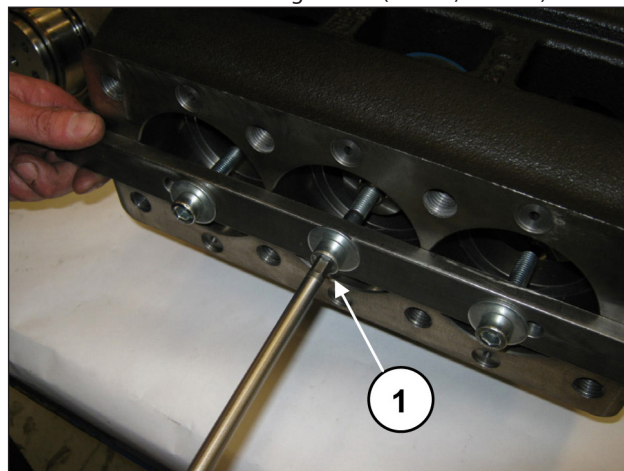
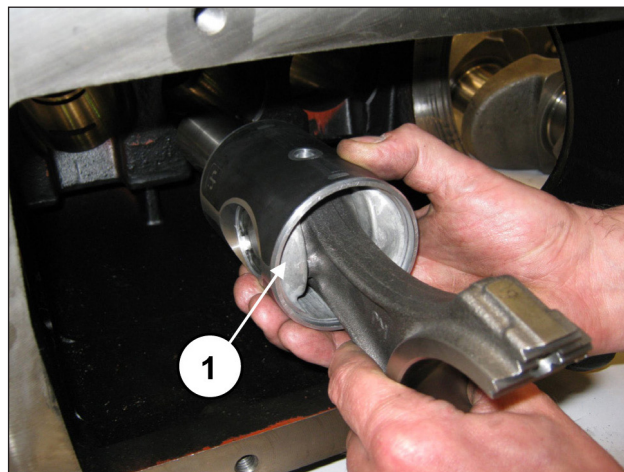
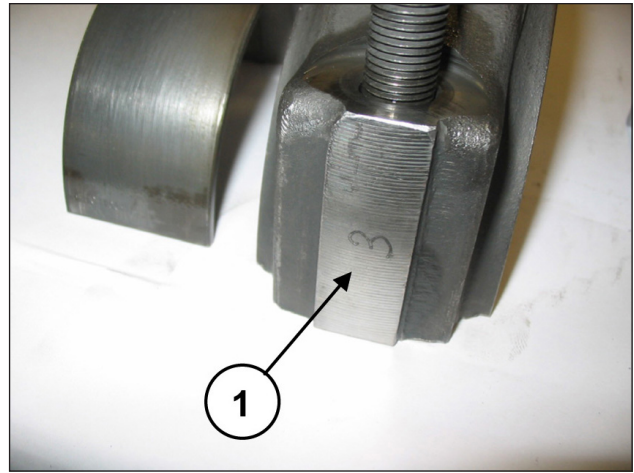

Abb. 32
Abb. 33
Abb. 42
Gehen Sie für den etwaigen Austausch einer oder mehrerer Pleuelstangen oder Kolbenführungen folgendermaßen vor: Drehen Sie die Schrauben des Werkzeugs Art. 27566200 zum Lösen der Pleuelstangen ab (Pos. ①, Abb. 32) und ziehen Sie anschließend die Baugruppe Pleuelstange-Kolbenführung von der hinteren Gehäuseöffnung heraus (Pos. ①, Abb. 33).
Paaren Sie die Pleuelhälften mit den vorab ausgebauten Pleueldeckeln unter Berücksichtigung der Nummerierung (Pos. ①, Abb. 42).
Trennen Sie Pleueldeckel und Pleueihälften; die vorschriftsmäßige Paarung wird durch die seitliche Nummerierung garantiert (Pos. ①, Abb. 42). Nachdem Sie das Gehäuse auf perfekte Sauberkeit überprüft haben, setzen Sie die Baugruppe Pleueihälfte-Kleueiführung in die Buchsen des Gehäuses ein (Pos. ①, Abb. 33).
Arretieren Sie die drei Baugruppen mit dem entsprechenden Werkzeug Art. 27566200 (Pos. ①, Abb. 32). Montieren Sie vorläufig den Innenring der Pleueiführung (bis auf Anschlag an beiden Seiten der Welle) mithilfe des geeigneten Werkzeugs Art. 27604700 (Pos. ①, Abb. 47) (Pos. ①, Abb. 48).
Entfernen Sie das Werkzeug zur Sicherung der Pleuelstangen Art. 27566200 (Pos. ①, Abb. 32).